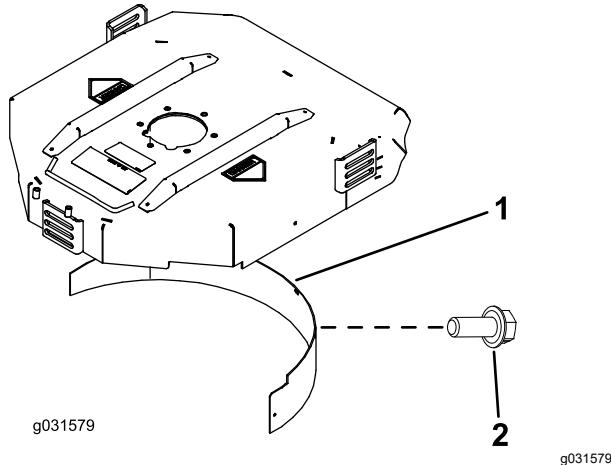

Figure 9
2. Montez le déflecteur de déchiquetage dans l'ouverture arrière et fixez-le avec 5 boulons à embase (Figure 9).